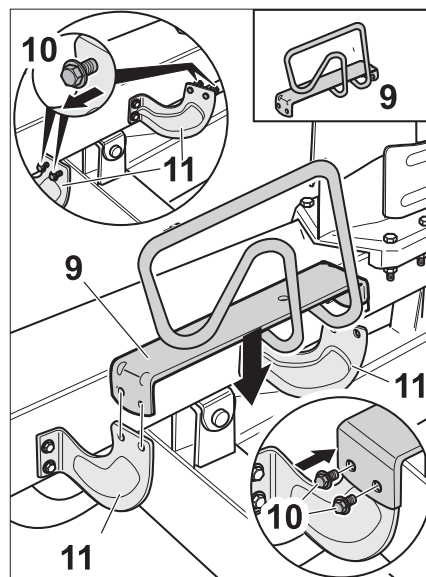

Figure 9c
- Contre les deux supports (11), montez l'appui du bois (9) en vous servant des 4 vis (10) préalablement retirées. Voir la figure 9c.